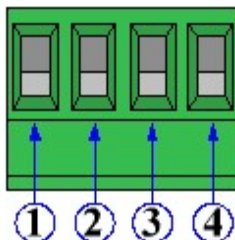

Рисунок 4
- Провести измерение сопротивления между контактов разъёма кабеля IM2-RL1T (тип TE Connectivity 796640-4, рис.4)